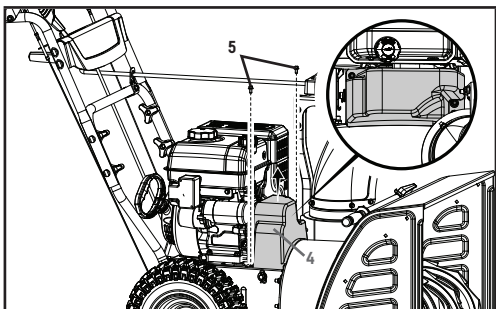

Figure 44
10. Installez le couvercle en plastique de la courroie (4) à l'aide de deux boulons M6 x 16 (5) que vous aviez mis de côté à une étape antérieure. Serrez bien mais pas trop car vous risqueriez d'endommager le couvercle en plastique de la courroie (figure 44).